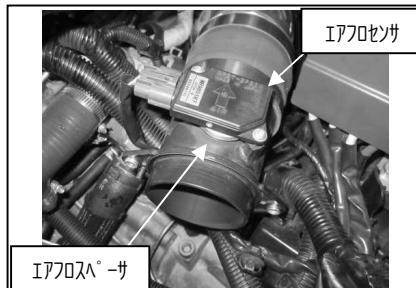

図6
- ②エアフロセンサとエアフロアタッチメントの間にエアフロスペーサー、M4スペーサー挟み、エアフロASS Yを作ります。※ボルトは純正を使用します。組み立てたエアフロASS Yを車両へ取付けます。図6参照